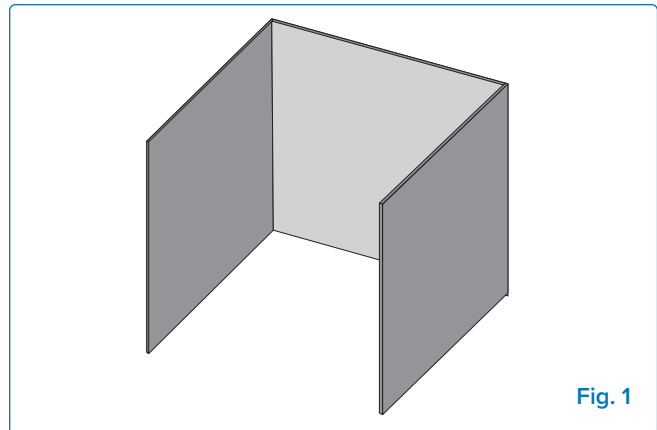

Fig. 1
- L'appareil est considéré comme étant à l'extérieur s'il est installé dans un abri avec des murs sur trois côtés mais sans couverture. (**Fig. 1**).